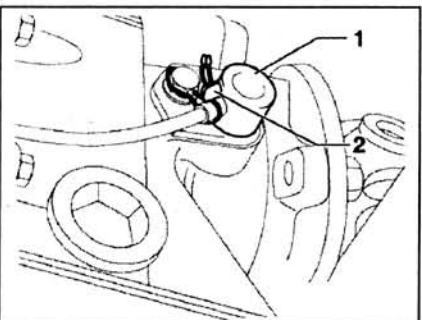

Рис. 4.23. На автомобилях с тахографом: снимите фиксатор 2 на датчике скорости 1 и снимите датчик скорости.
12. На автомобилях с тахографом: снимите фиксатор 2 на датчике скорости 1 и снимите датчик скорости 1 (рис. 4.23).